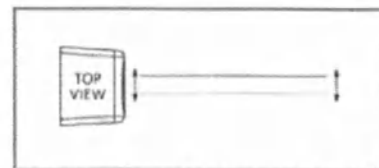

Рисунок 3-17 – Горизонтальное планарное выравнивание
5. При необходимости слегка ослабьте винты горизонтального планарного выравнивания (отметка F на *Рисунке 3-13 – Настройки сагиттального лазера*) для движения модуля из стороны в сторону. Подобная настройка позволяет двигать лазерный луч и изоцентр модуля (*Рисунок 3-17 – Горизонтальное планарное выравнивание*). Двигайте внутренний блок модуля до тех пор, пока он не займет нужное положение, после чего затяните гайки, чтобы зафиксировать его.